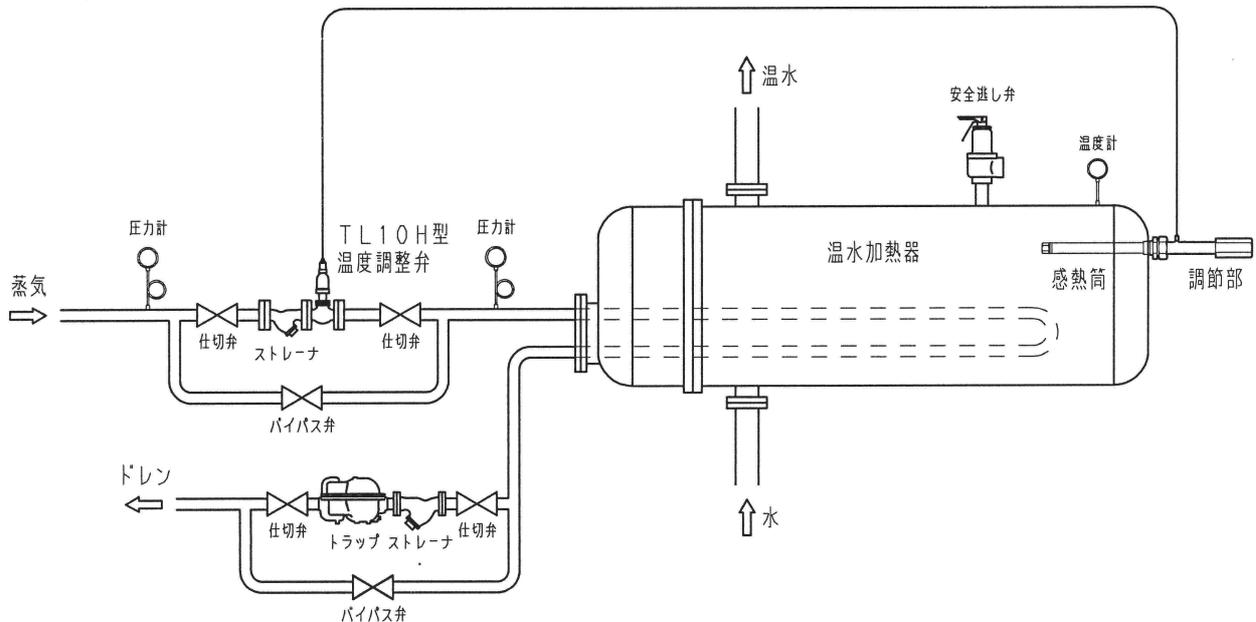

図 2 TL10H 型温度調整弁の配管例
- d) 図 2 の配管例に示すように、弁前後の仕切弁、Y 型ストレーナ、安全逃し弁、圧力計、温度計、バイパス弁及びドレントラップを必ず設けてください。